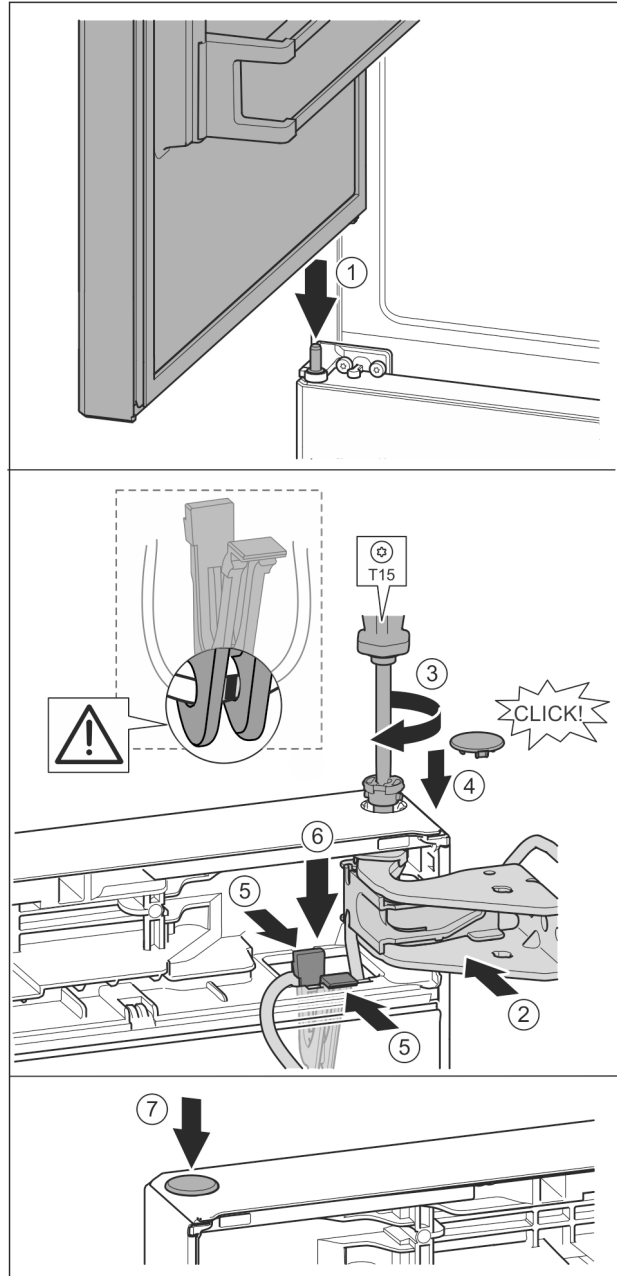

Fig. 36
- ▶ Așezarea ușii superioare pe bolțul central de lagăr Fig. 36 (1)
- ▶ Aliniați ușa sus spre deschizătură în suportul de lagăr. Fig. 36 (2)
- ▶ Introduceți bolțul și înșurubați-l ferm cu șurubelnița T15. Fig. 36 (3)
- ▶ Montarea capacului de siguranță pentru siguranța ușii: Introduceți capacul de siguranță și controlați dacă este așezat pe ușă. În caz contrar, introduceți complet bolțul. Fig. 36 (4)
- ▶ Introduceți suportul cu cablul fixat pe acesta în deschizătură. Fig. 36 (5)
- ▶ Apăsați suportul în jos până când eclisa se fixează în poziție. Fig. 36 (6)
- ▶ Introduceți dopul. Fig. 36 (7)